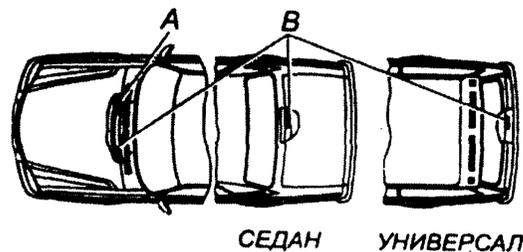

Рис. 1.1. А — место нанесения идентификационного номера кузова; В — место нанесения идентификационного номера автомобилей
- на верхнем фланце щитка передка с левой стороны по ходу движения автомобиля (см. рис. 1.1, В);
- на верхней панели задка с правой стороны (для автомобилей с кузовом «седан») или на панели задка с правой стороны (для автомобилей с кузовом «универсал») (см. рис. 1.1, В).
**Идентификационный номер кузова автомобилей** наносится на верхнем фланце щитка передка с правой стороны по ходу движения автомобиля (см. рис. 1.1, А).